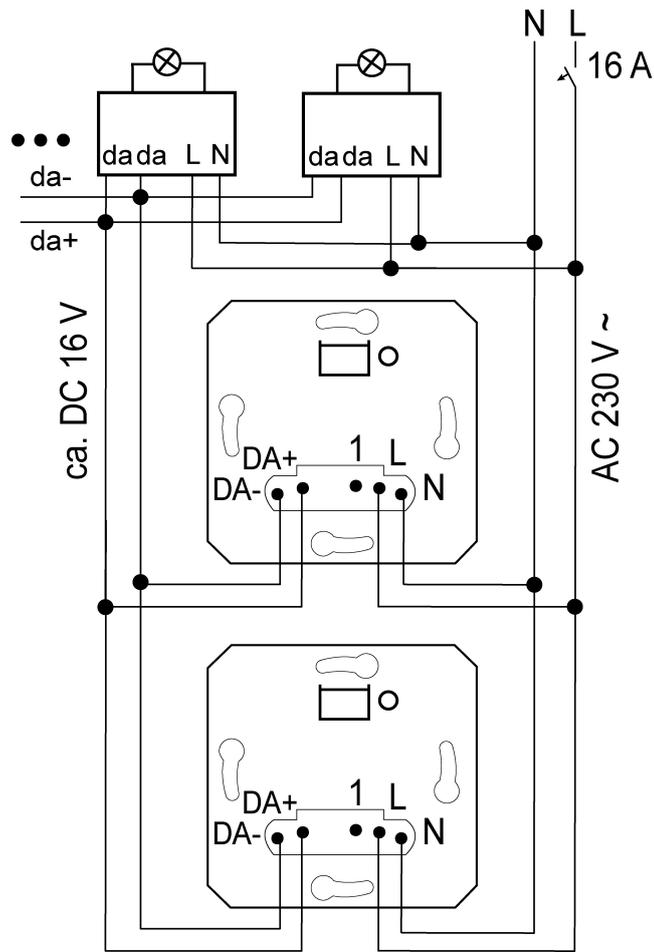

Bild 3: Parallelschalten von DALI-Einsätzen
- Beim Parallelschalten mehrerer DALI-Einsätze auf korrekte Polung achten (siehe Bild 3).